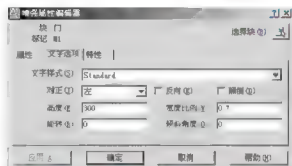

图 3.78 修改文字高度和宽度比例
(4) 在【文字选项】选项卡中, 将文字高度修改为“300”, 如图 3.78 所示。